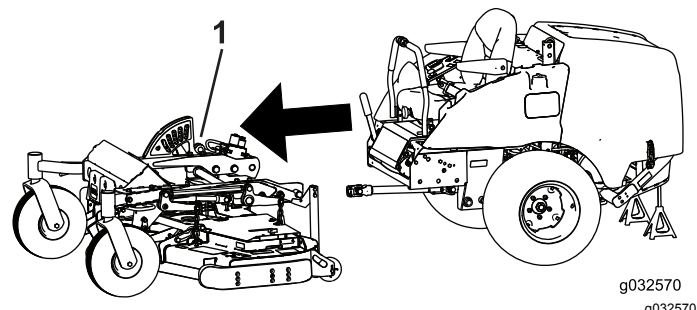

Figura 59
8. Passe a estrutura de verão para a frente e guarde-a para a mudança sazonal (Figura 59).